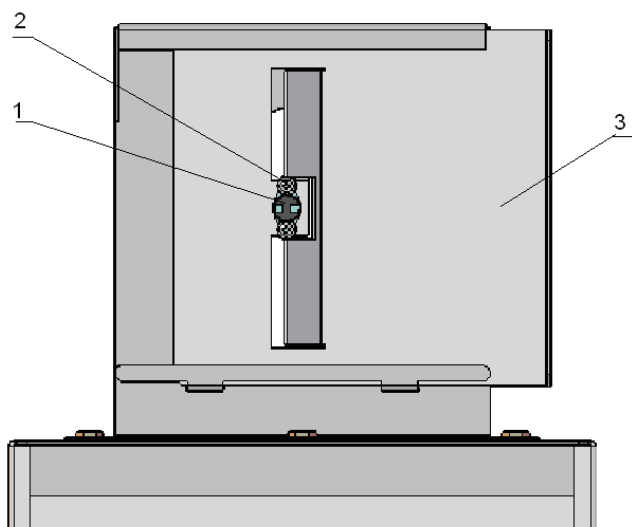
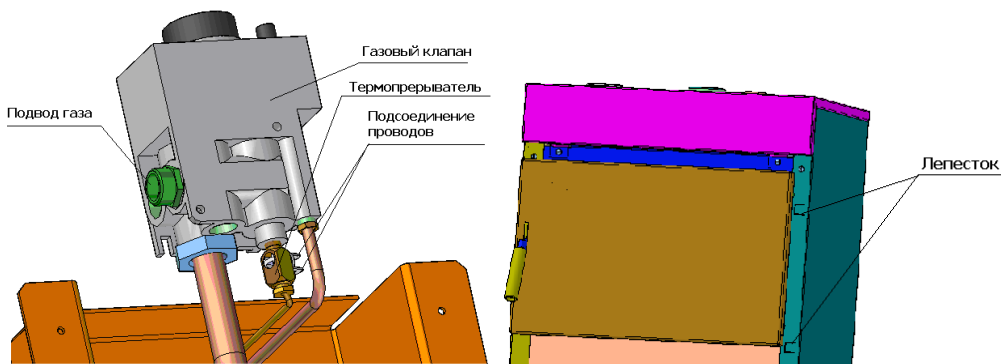

Рис.16 Дымоход котлов КС-ТГ/ТГВ-12/16...; КС-ТГ/ТГВ-16/20...
Рис.18 Места подсоединений
7.4 На дымоход котла необходимо установить термостат (датчик тяги из комплекта УГт) табл.2 и **рис. 16,17**.
На разъёмы термопрерывателя (**рис.18**) подсоединить провода из комплекта УГт (табл.2). Провода завести под лепестки (**рис.18**) на правой боковине котла, провести через прорезы под крышку котла (крышку предварительно снять), вывести на заднюю стенку и подсоединить на выходы термостата (датчика тяги) **рис.16,17**.